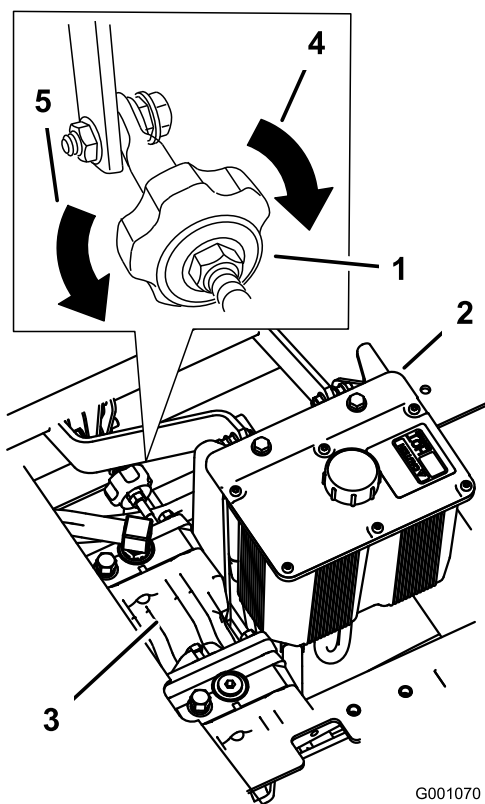

Figure 79
2. Réglez la longueur de la tige de pompe en tournant le bouton dans le sens voulu, jusqu'à ce que la roue soit immobilisée ou tourne légèrement en marche arrière (Figure 79).